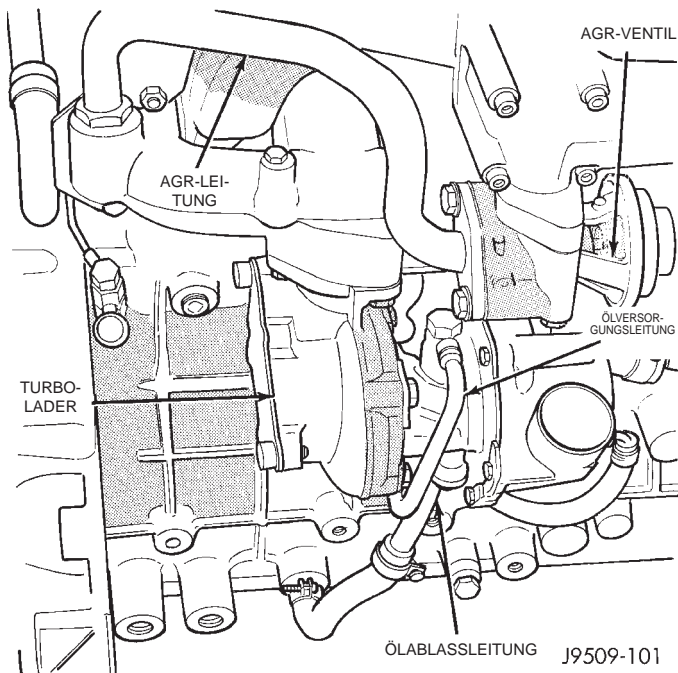

Abb. 16 Turbolader
- (14) AGR-Leitung vom AGR-Ventil abklemmen.
- (15) AGR-Ventil ausbauen.
- (16) Den Wärmeschutzschild vom Auspuffkrümmer abbauen.
- (17) Den Wärmeschutzschild von dem Hosenrohr abbauen.
- (18) Das Hosenrohr vom Turbolader abnehmen (Abb. 16).
- (19) Ölversorgungsleitung vom Turbolader abklemmen.
- (20) Ölablaßleitung vom Turbolader abklemmen.
- (21) Auspuffkrümmer abbauen (siehe Kapitel 11, "Auspuffanlage und Ansaugkrümmer").
- (22) Ansaugkrümmer abbauen (siehe Kapitel 11 "Auspuffanlage und Ansaugkrümmer").